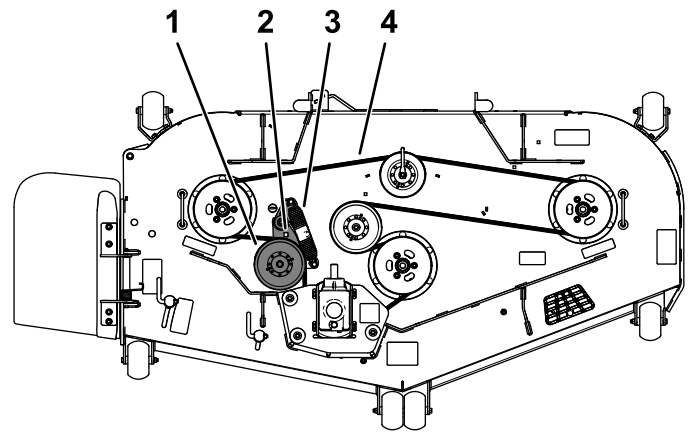

Bild 59
8. Stellen Sie sicher, dass die Federenden in den Ankernuten sitzen, und legen Sie den Riemen mit Hilfe der Ratsche im rechteckigen Loch um die Umlenkrolle (Bild 59).
5. Setzen Sie eine Ratsche in das rechteckige Loch im Spannarm ein, um die Spannung an der Spannscheibenfeder zu lösen (Bild 59).
7. Legen Sie den neuen Riemen um die Riemenscheibe des Mähers (Bild 59).